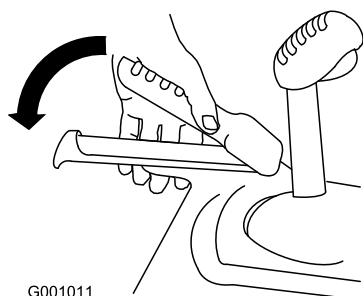

Figure 14
3. Serrez le levier gauche (déplacement) contre la poignée (Figure 14).
6. Serrez le levier gauche (déplacement) contre la poignée (Figure 14).